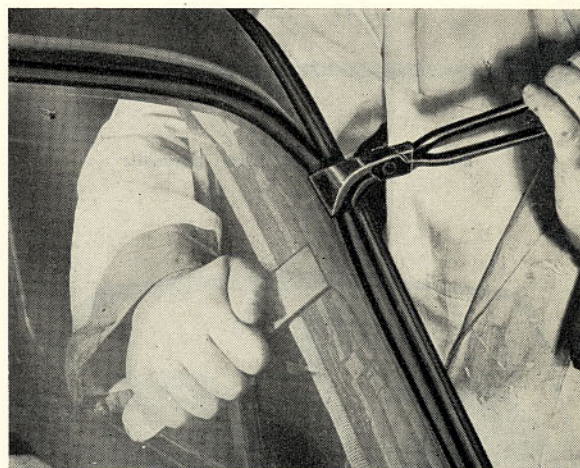
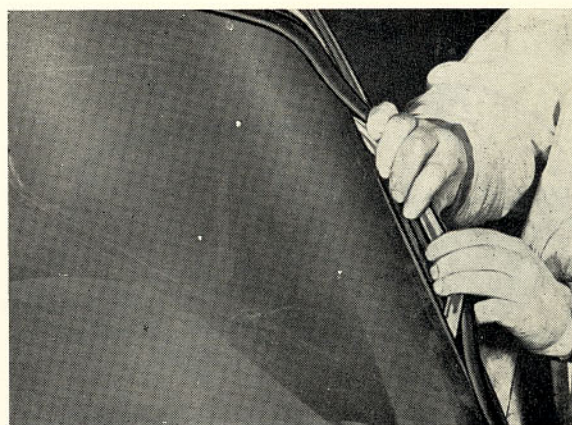

Bild 57. Gummilist lossas
Bild 58. Demontering av gummilist
4. Demontera gummilisten med början i övre vänstra hörnet genom att med träspackeln inifrån kränga gummilisten över plåtkanten och samtidigt med en tång utifrån försiktigt dra loss listen (se bild 57). Drag sedan försiktigt med handen loss listen runt om, bild 58 och tag ut rutan.